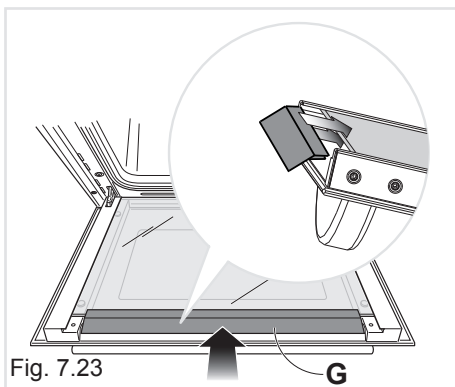

Fig. 7.23
- Appuyer doucement sur le déflecteur "G" pour le remettre bien en place (fig. 7.23).